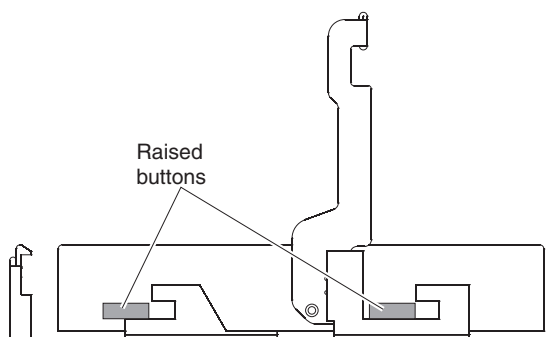

Figura 48. Alinhando a unidade
- b. Alinhe os dois botões levantados em cada lado sobre a fenda correspondente no canal de unidade na gaveta, conforme mostrado na Figura 48.